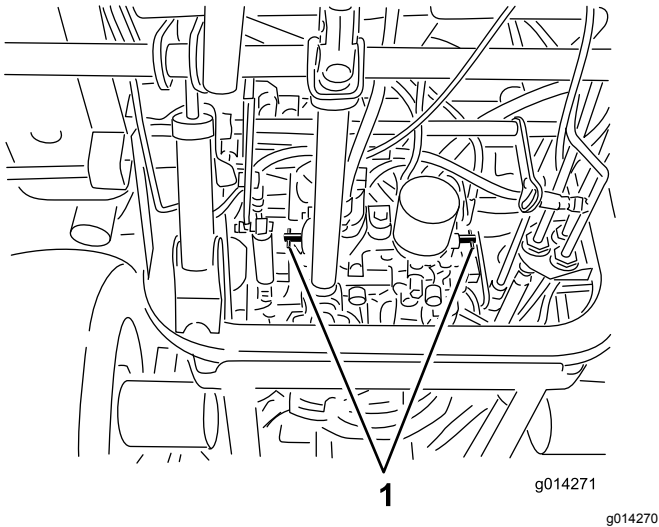

Figure 49
4. Tournez chaque vanne de dérivation d'un tour dans le sens antihoraire (Figure 49).
1. Tournez chaque vanne de dérivation d'un tour dans le sens horaire et serrez-les à la main (Figure 49).
2. Serrez-les vannes à 8 N·m (71 po-lb) environ, comme montré à la Figure 49.